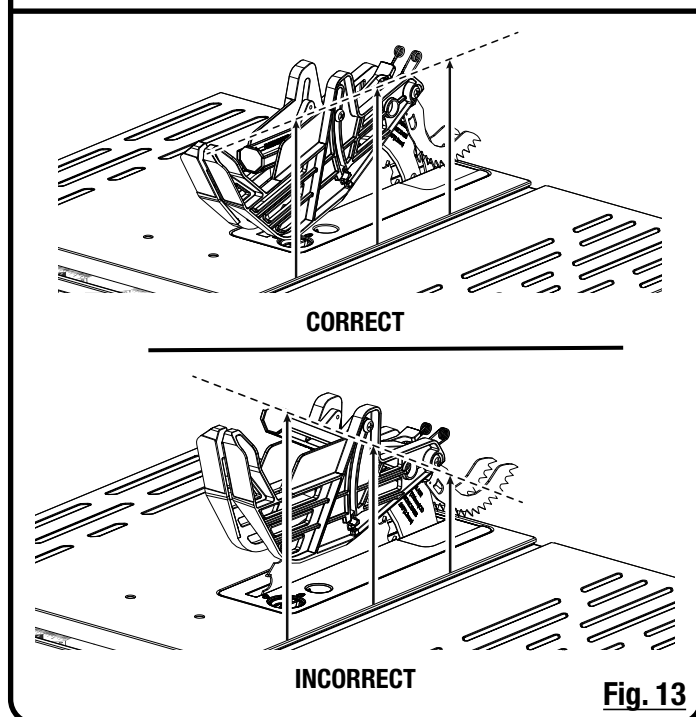

Fig. 13
- Avec le devant du protège-lame à élevé, abaisser le dos du garde dans le trou arrière le couteau diviseur comme illustré. Abaisser l'avant du garde jusqu'à ce que la barre à l'intérieur du garde soit **parallèle à la table** (voir la figure 13). Si la barre n'est pas parallèle à la table, le couteau diviseur n'est pas en position « en haut ».